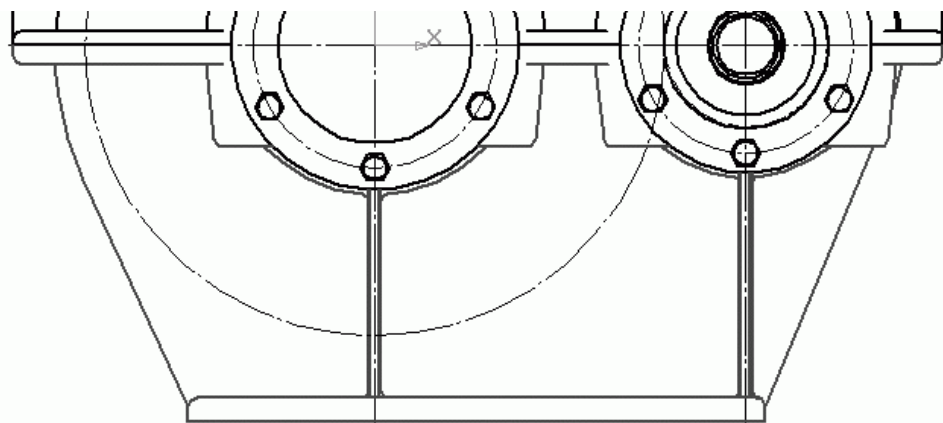

Рис. 2.115. Чертеж корпуса редуктора
5. Создать бобышки и ребра жесткости на корпусе намного проще, чем на крышке. Выделите указанные геометрические объекты на крышке редуктора (для этого не обязательно переходить на слой с изображением крышки), нажмите кнопку Симметрия на панели Редактирование и выполните отображение относительно горизонтальной осевой. Как вы заметили, отображенное изображение осталось на том же слое, что и его прототип. В принципе, в этом нет ничего страшного. Однако если вы хотите, чтобы бобышки корпуса располагались на том же слое, что и сам корпус, вам следует выделить все отображенные объекты, вырезать их с чертежа (команда меню Редактор > Вырезать или сочетание клавиш Ctrl+X), после чего вставить на слой, на котором изображен корпус (команда меню Редактор > Вставить или сочетание клавиш Ctrl+V). Обязательно проследите, чтобы при удалении (вырезании) объектов чертежа и при их вставке вы указали в качестве базовой одну и ту же точку вида. Симметричное изображение необходимо будет немного отредактировать из-за того, что толщина фланца корпуса превышает толщину фланца крышки редуктора. Вам также придется вручную дорисовать ребро жесткости под крышкой ведущего вала. Завершив редактирование, удалите вспомогательную геометрию с чертежа (рис. 2.115).